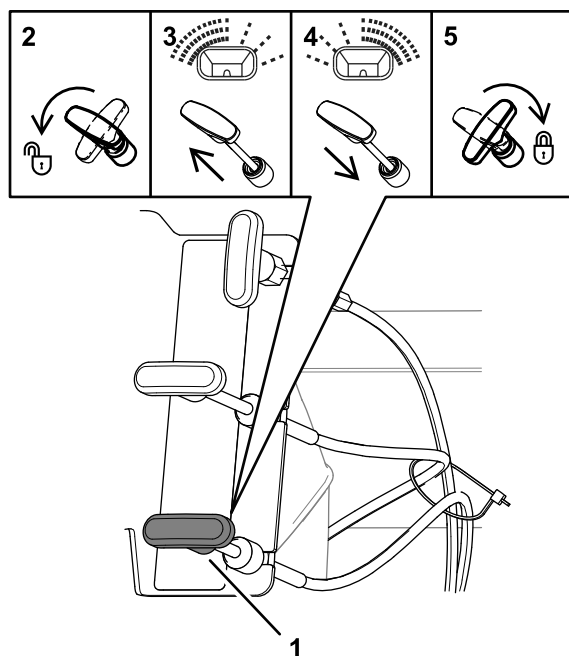

Figure 27
1. Déverrouillez la commande du diffuseur en tournant la poignée dans le sens antihoraire de 90°, comme montré en 2 sur la Figure 27.
- Si l'épandage est trop important sur le côté gauche de la machine, poussez légèrement la commande du diffuseur; voir 3 sur la Figure 27.
- Si l'épandage est trop important sur le côté droit de la machine, tirez légèrement la commande du diffuseur; voir 4 sur la Figure 27.
3. Bloquez la commande d'épandage en tournant la poignée dans le sens horaire de 90°; voir 5 sur la Figure 27.